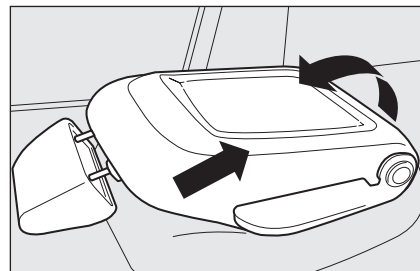

fig. 48
- ☐ abattre le siège passager en position table **fig. 48** (voir le paragraphe " Position table du siège " dans ce chapitre) ;